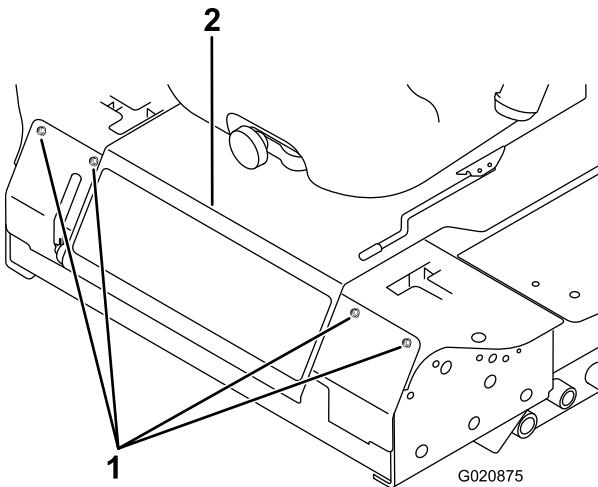

Figure 81
3. Retirez les boulons de fixation du panneau avant et déposez le panneau (Figure 81).